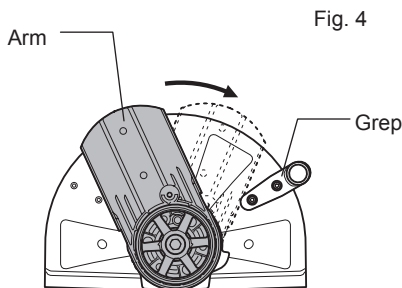
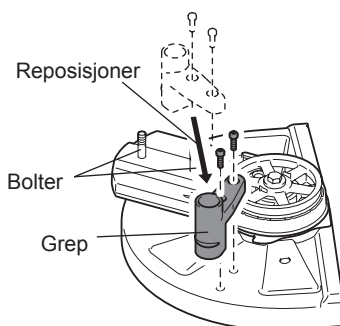

Fig. 4
Fig. 5
- (5) Roter armen til den kommer i kontakt med grepet, og sett låsespindelen tilbake på plass med hånden. (Fig. 4) Reposisjoner grepet. (Fig. 5)